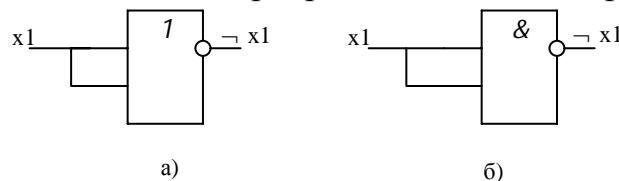
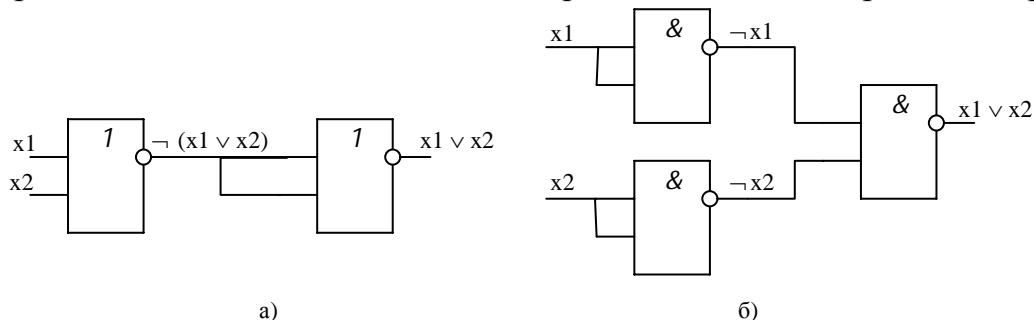
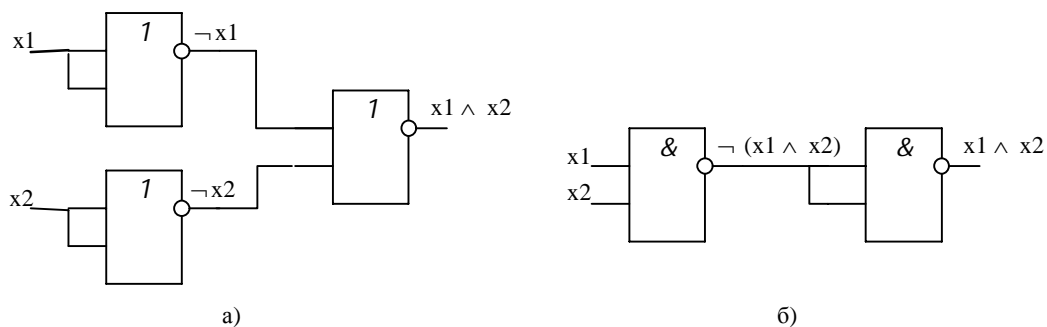
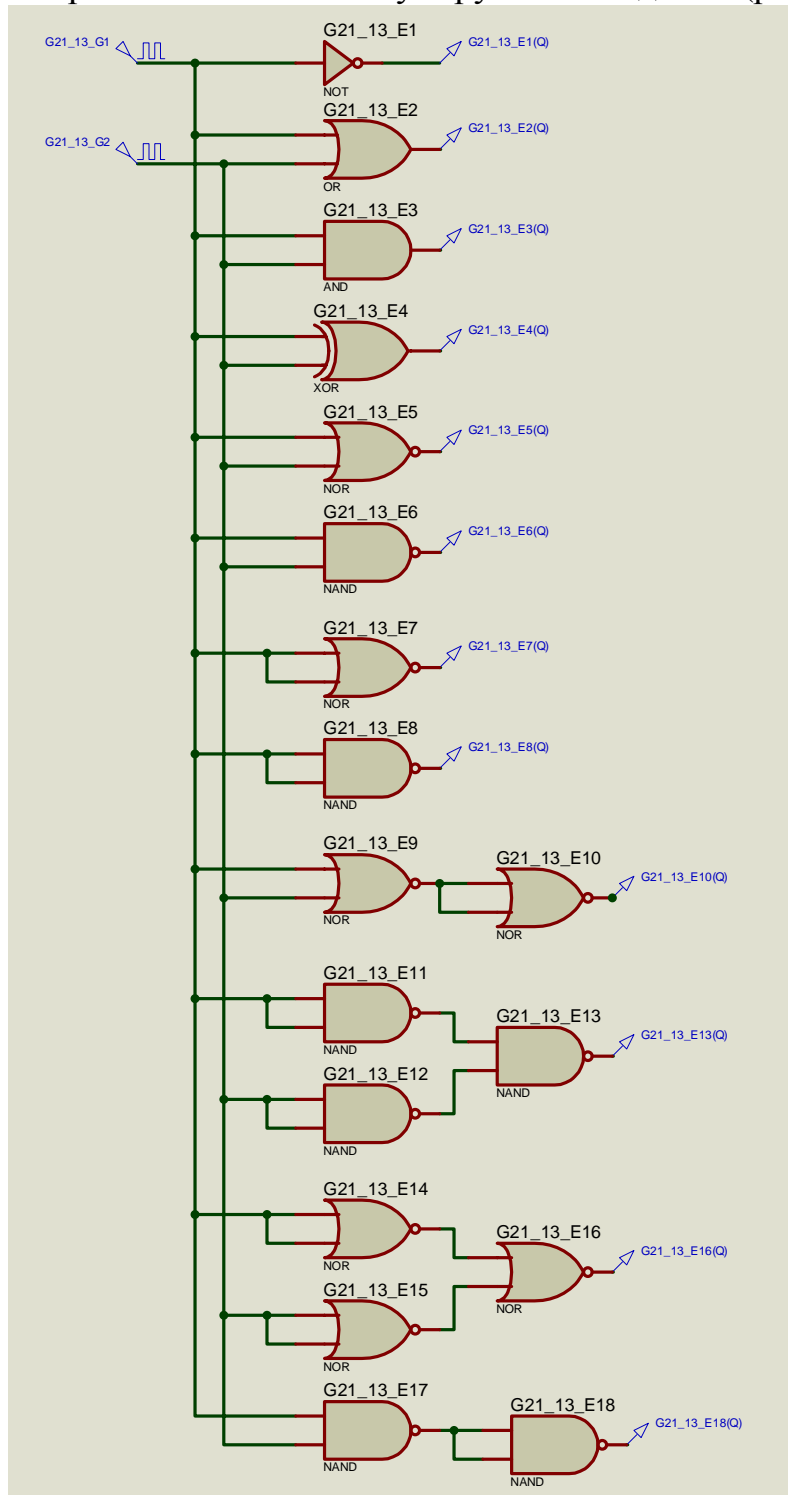

Рис. 1.8. Реалізація інвертора: а – на елементах Пірса; б – на елементах Шеффера
Рис. 1.9. Реалізація диз'юнктора: а – на елементах Пірса; б – на елементах Шеффера
Рис. 1.10. Реалізація кон'юнктора: а – на елементах Пірса; б – на елементах Шеффера
Рис. 1.16. Схема для моделювання в системі PROTEUS
На рис. 1.8 наведені схеми інвертора на елементах Пірса та Шеффера.
На рис. 1.9 наведені схеми диз'юнктора на елементах Пірса та Шеффера.
На рис. 1.10 наведені схеми кон'юнктора на елементах Пірса та Шеффера.
Вказані елементи розташуйте у заданому порядку, входи мають бути зліва, а виходи - справа. Всі елементи нумеруйте послідовно (рис. 1.16).
4. Тепер введіть нижче попередніх елементів схеми інвертора на елементах Пірса та Шеффера (рис. 1.8). Нумерацію елементів продовжуйте (рис. 1.16). За потреби змініть розмір робочої області.
5. Аналогічно введіть схеми диз'юнктора на елементах Пірса та Шеффера (рис. 1.9), продовжуючи нумерацію елементів (рис. 1.16).
6. І нарешті введіть схеми кон'юнктора на елементах Пірса та Шеффера (рис. 1.10), також продовжуючи нумерацію елементів (рис. 1.16).
8. Введіть в робочу область генератор цифрового сигналу і розмістіть його зліва від елементів (рис. 1.16). Відкрийте вікно його властивостей і введіть ім'я <id>G1, в секції **Digital Types** виберіть тип цифрового сигналу **Clock**, в секції **Clock Type** вкажіть **Low-High-Low Clock**, а в секції **Timing** в полі **Frequency(Hz)** задайте частоту повторення імпульсів  $f_1 = f$  відповідно до свого варіанту.
9. Під'єднайте генератор <id>G1 до входів всіх інверторів, а також до верхніх входів двовходових елементів і схем (рис. 1.16).
11. Під'єднайте генератор <id>G2 до нижніх входів двовходових елементів і схем (рис. 1.16).
12. На вільному місці робочої області, праворуч від елементів (рис. 1.16) побудуйте цифровий графік з заголовком **Invertory**, на якому виведіть сигнали з генератора <id>G1, з інвертора <id>E1, а також зі схем інвертора на елементах Пірса та Шеффера.
19. На вільному місці робочої області, праворуч від елементів (рис. 1.16) побудуйте цифровий графік з заголовком **Dyzjunktory**, на якому виведіть сигнали з генератора <id>G1, з генератора <id>G2, з диз'юнктора <id>E2, зі схем диз'юнктора на елементах Пірса та Шеффера, з елемента Пірса і з елемента виняткове АБО (XOR).
22. На вільному місці робочої області, праворуч від елементів (рис. 1.16) побудуйте цифровий графік з заголовком **Konjunktory**, на якому виведіть сигнали з генератора <id>G1, з генератора <id>G2, з кон'юнктора <id>E3, зі схем кон'юнктора на елементах Пірса та Шеффера і з елемента Шеффера.